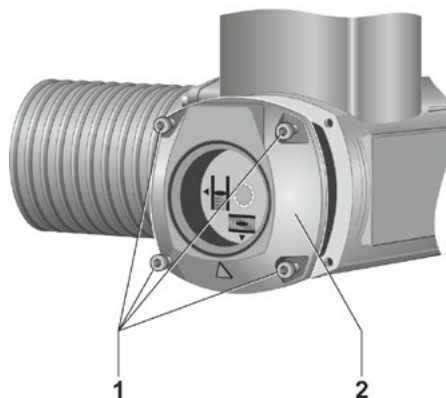

Рис. 1: снятие крышки
1. Отверните 4 винта (рис. 1, поз. 1) и снимите крышку (2). Учитывайте наличие уплотнения.
8. Закрепите крышку винтами (рис. 1, поз. 2). При этом следите за правильным положением уплотнения.